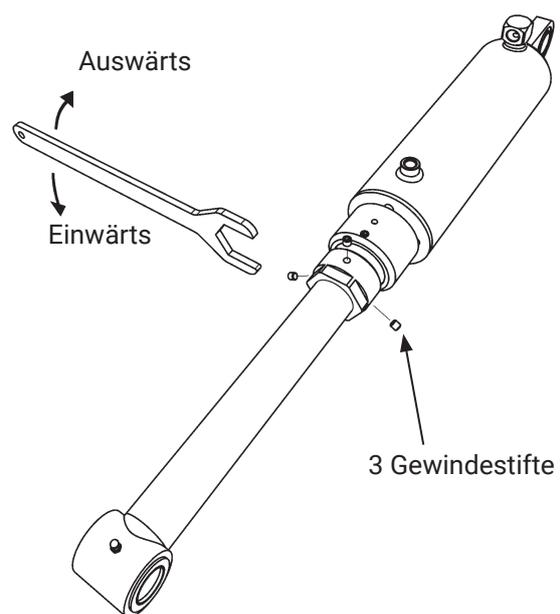

Abbildung 38. Einstellung des Neigungswinkels
- Die Die Gewindestifte am Zylinder der Plattform lösen, Abbildung 38.